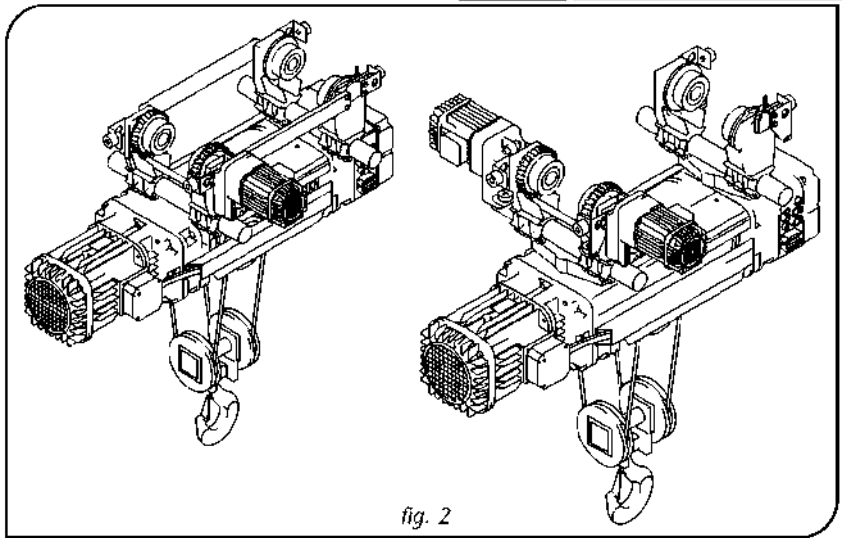

fig. 2
- Instalacja urządzenia wraz z elektrycznym wózkiem transportowym, w pojedynczej konfiguracji szynowej, typ DST/N/S: (rys.2)